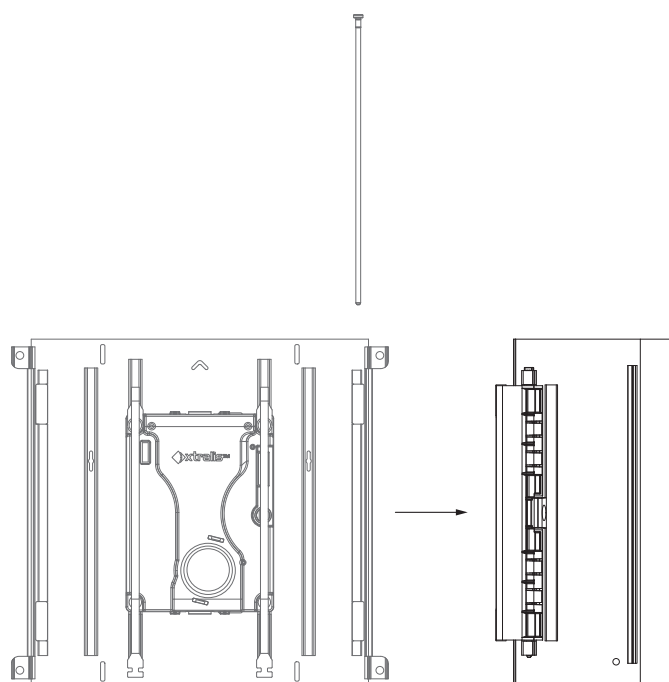

Рис. 4-10: Отсоединение дверцы
5. Отсоедините переднюю дверцу от передней панели, вытащив спицу А из петли (Рис. 4-9, Рис. 4-10). Оставьте спицу В на месте, не извлекайте ее.